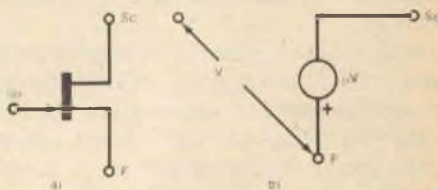

Fig. 23
Il transistor ad effetto di campo (FET) della fig. 23-a può essere rappresentato, in certe condizioni di funzionamento, dal
semplice modello della fig. 23-b. Si noti che il valore della sorgente dipendente di tensione,  $\mu V_{SoF}$ , dipende dalla tensione tra la porta  $S_o$  e la sorgente  $F$  del dispositivo.
**Esempio 21** - Se nella fig. 23-b,  $\mu = 20$  e  $V_{SoF} = 1$  V, trovare la tensione in  $S_o$  rispetto a  $F$ . Soluzione: la tensione sul terminale  $S_c$  rispetto al terminale  $F$  è:  $V_{ScF} = -20 \times 1 = -20$  V.